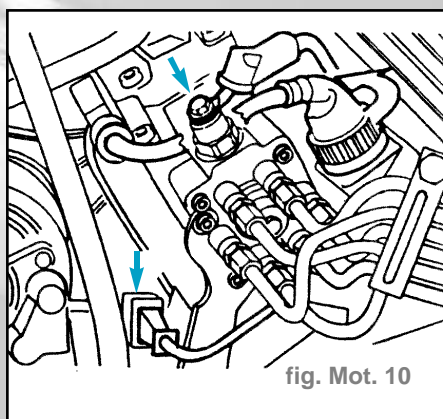

fig. Mot. 10
- Débrancher le collecteur central pour pompe d'injection ainsi que les raccords pour dispositif d'arrêt et électrovanne (fig. Mot. 10).